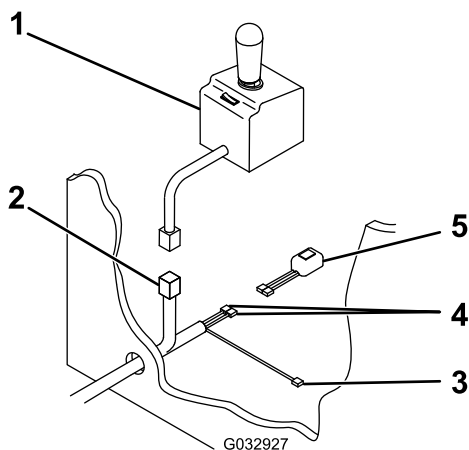

Figure 1
12. Tirez le connecteur du contrôleur de chasse-neige, le fil noir/rouge et les 2 fils noirs dans la cabine du véhicule à travers le trou dans le pare-feu (Figure 1).
13. Reliez les 2 fils noirs à l'interrupteur à bascule des phares (Figure 1).